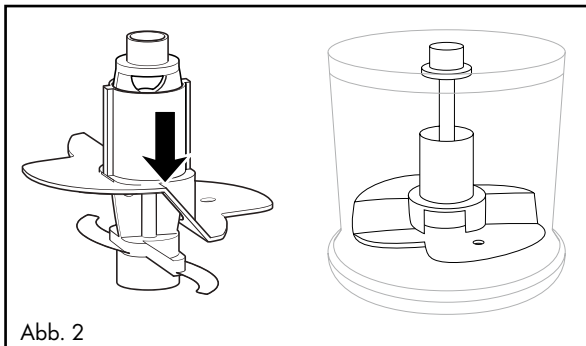

Abb. 2
- Für 100 ml Sahne stecken Sie ihn so auf den Messerhalter **5**, dass die Emulgierscheibe **6** auf beiden Messern **7** aufliegt und einrastet (Abb.2):